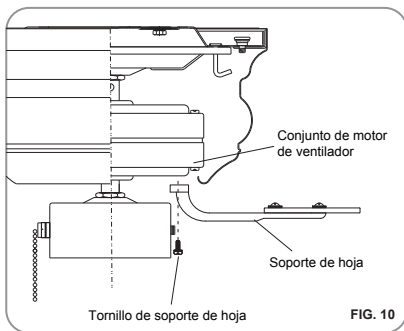

FIG. 10
Paso 3. Alinee los agujeros de motor en el soporte de hoja y los fije con los tornillos de soporte de hoja. Apriete los tornillos firmemente. (Fig. 10)